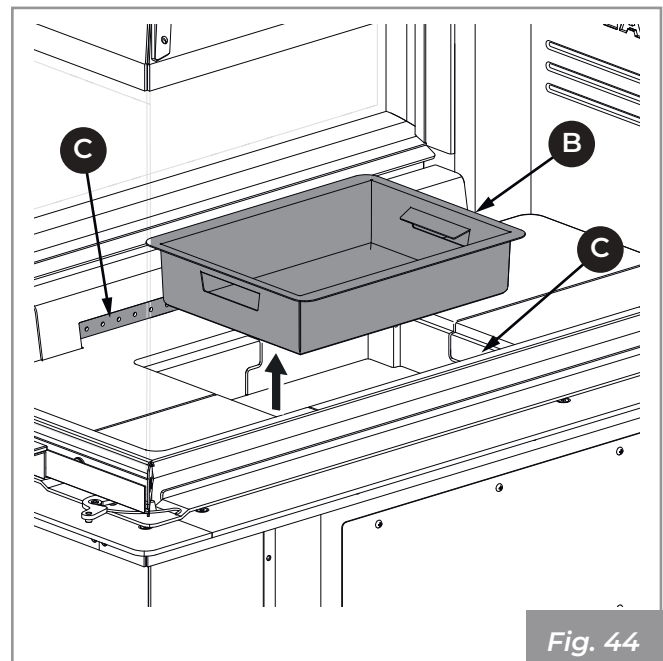

Fig. 44
- 2) Retirer le tiroir à cendres (B) de la base et aspirer les cendres déposées dans les compartiments situés en dessous (Fig. 44).
- 3) Aspirer les trous avant et arrière (C) du distributeur d'air de combustion afin d'éviter une éventuelle accumulation de cendres (Fig. 44).